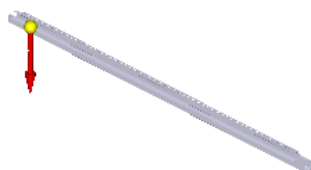

图 8.13.194 定义延伸方向
(5) 定义孔的延伸方向。定义孔延伸方向如图 8.13.194 所示。
(6) 单击 **完成** 按钮, 完成特征的创建。